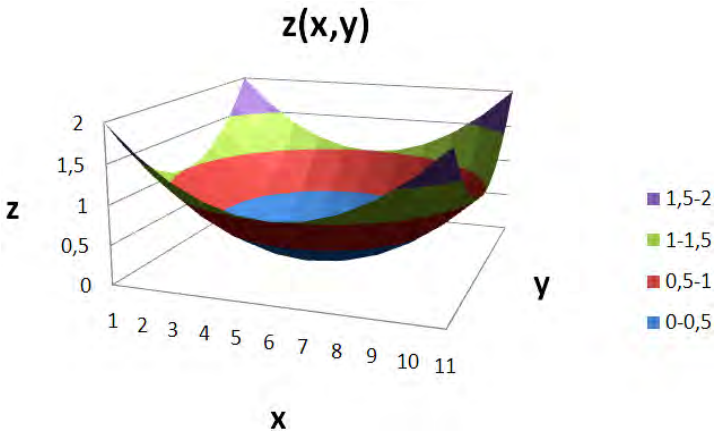

Рис. 4.8. Поверхность  $z = x^2 + y^2$
- на вкладке *Макет* нанести названия диаграммы и осей (рис. 4.8).